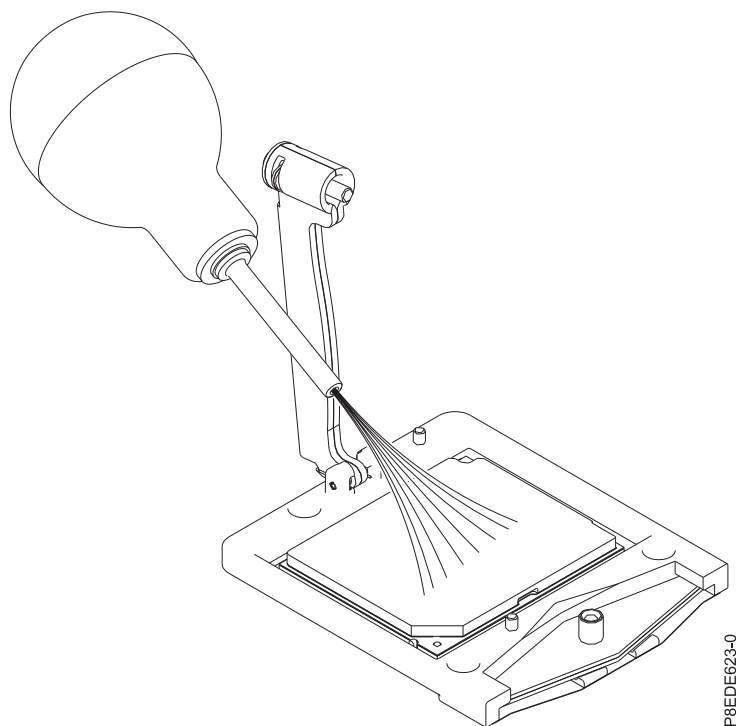

Figure 7. Nettoyage du module processeur système
**Remarque :** Si de la poussière ou des particules sont présentes, utilisez la pompe à air fournie (référence 45D2645) pour nettoyer le module processeur système. Si votre pompe à air n'est pas assemblée comme illustré dans la figure 7, fixez l'extrémité sur la tête. Dirigez de petits jets d'air depuis le centre vers les côtés du module processeur système, comme illustré dans la figure 7.